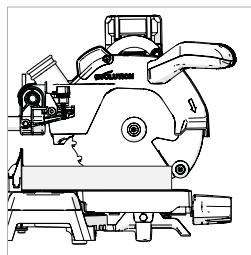

Fig. 40
- Tryck alltid såghuvudet till fullständig bakre position vid varje snitt. **(Fig. 40)**